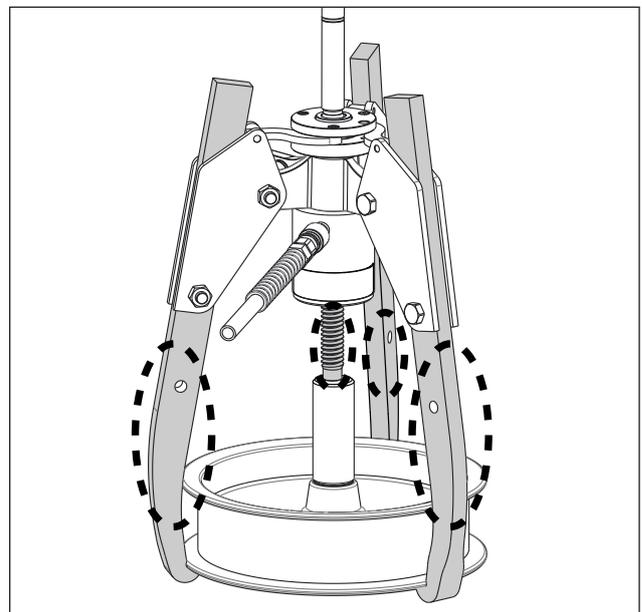

Figura 8, Verificação de deformação
- Durante a operação, observe o extrator para indicações de garra ou deformação da haste de ajuste. Veja a Figura 8. Se qualquer deformação for notada, pare imediatamente a bomba.